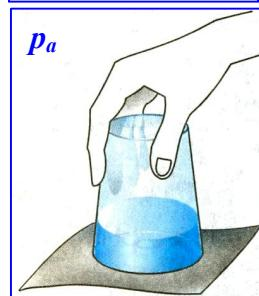

Рис.60.3. Почему вода не выливается из стакана?
2. Налейте в стакан воды, закройте листом бумаги и, поддерживая лист рукой, переверните стакан вверх: дном. Если теперь отнять руку от бумаги (рис. 60.3), то вода из стакана не выльется. Она остается как бы приклеенной к краю стакана. Почему? Ответ обоснуйте.